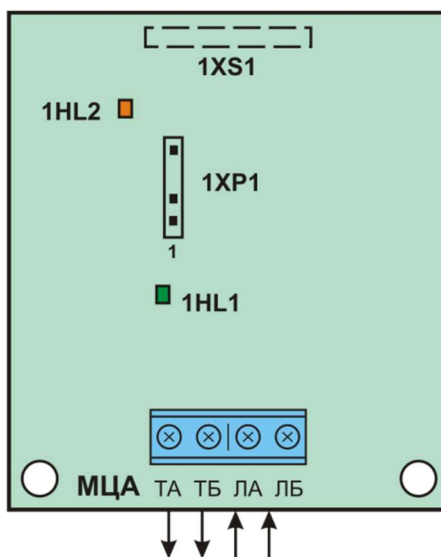

Рисунок 7.11 - Підключення входів та виходів МЦА
- Встановити плату комунікатора на плату БМК приладу, з'єднавши роз'єм 1XS1 комунікатора (рис. 7.11) з роз'ємом 3XP4 приладу (Додаток Г, рис. Г.1) та зафіксувавши плати між собою тримачами.